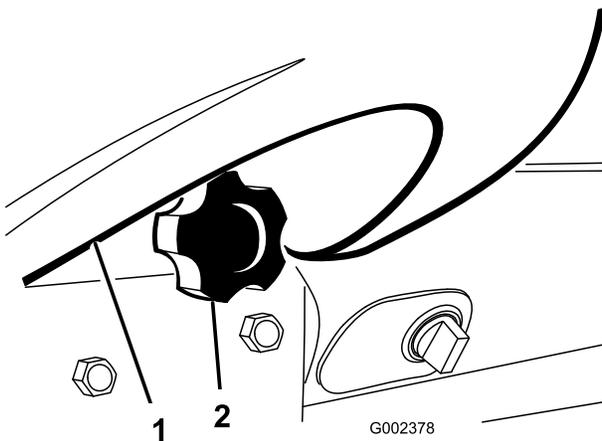

Figure 29
2. Desserrez le bouton qui fixe le porte-gobelet à la planche de bord (Figure 29). Déposez le porte-gobelet de la planche de bord.